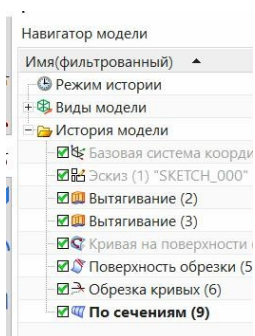

Рис.50
- В НМ полученная соединительная поверхность представлена строкой «**По сечениям**» (рис.50).